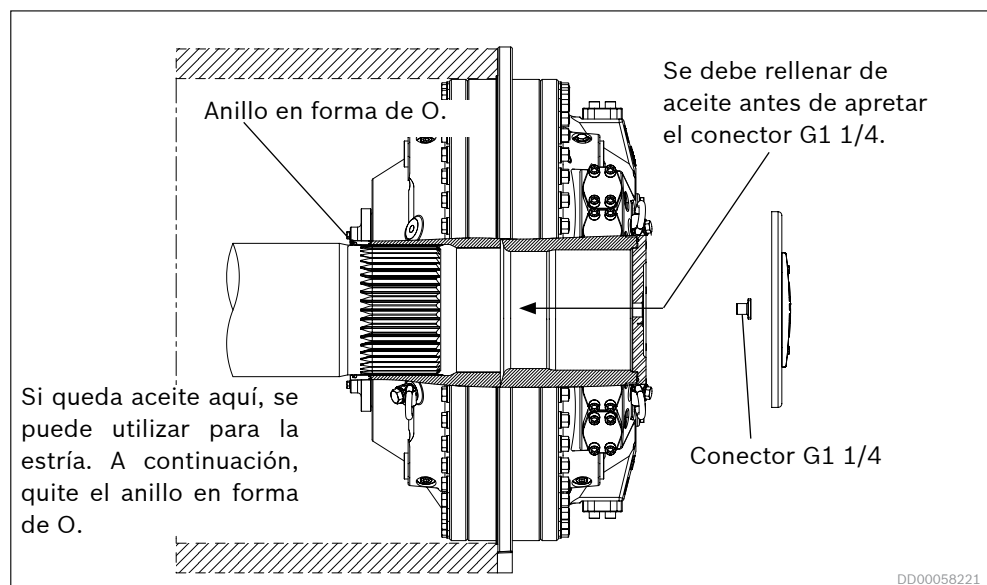

Fig. 44: Motor instalado con brida, eje horizontal
2. Rellene de fluido hidráulico la rosca G1 1/4 (ver Fig. 44: *Motor instalado con brida, eje horizontal*).